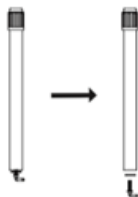

Рис. 1
4. Открутите 7-образный болт от основания опоры (9). Рис. 1.